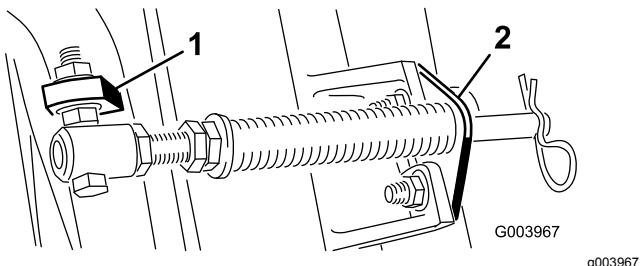

Figure 5
Remarque: Placez la tête du boulon sur le côté extérieur de la patte, comme montré à la Figure 5.
- D. Montez le support de tige sur les pattes de l'unité de coupe à l'aide des boulons de carrosserie et des écrous (Figure 5).